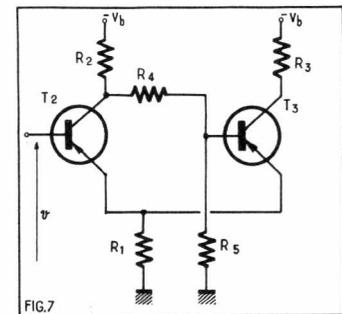

FIG.7
En se reportant à la figure 7 on voit qu'il y a 4 inconnues dans le problème : R_1 , R_2 , R_3 et le rapport R_4/R_5 , ce pour 2 données v_1 et v_2 .
a) Calcul du seuil supérieur v_1 : figure 7 bis.
En observant la figure 7 bis, on voit que le basculement de T_2 aura lieu pour $v = v_1 = 10,6 \text{ V}$.
b) Seuil inférieur v_2 : figure 7 ter.